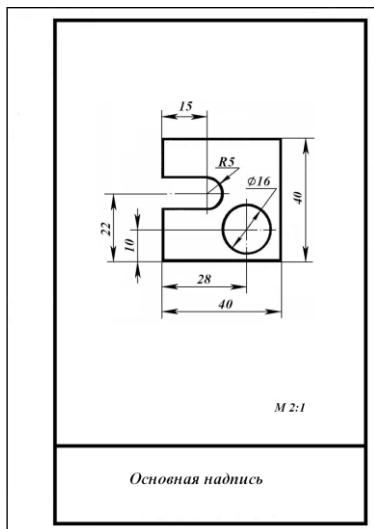

Рис.11. Пример выполнения контрольной работы «Размеры. Масштабы»
6. Карандашом ТМ напишите слова задания 2. Для выполнения задания 3 используйте карандаш Т. Проверьте правильность выполнения работы (рис.11). Выполните основную надпись.
По данному изображению необходимо начертить его в масштабе М 2:1 и нанести размеры. Пример выполнения контрольной работы представлен на рис.11.